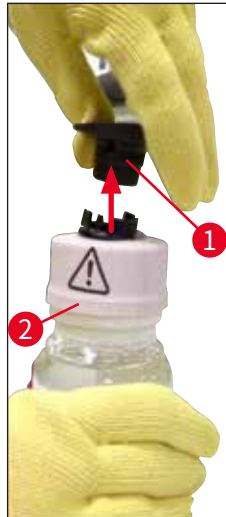

图 57
5. 将新的封片剂瓶 (→ 图 57) 从包装中取出, 拆下黑色塑料盖 (→ 图 57-1)。